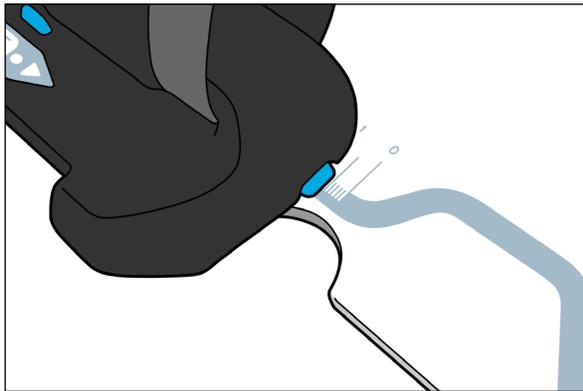

Figure 12
9. Noter la position des pinces et de l'échelle de la ceinture (Figures 12 et 13).